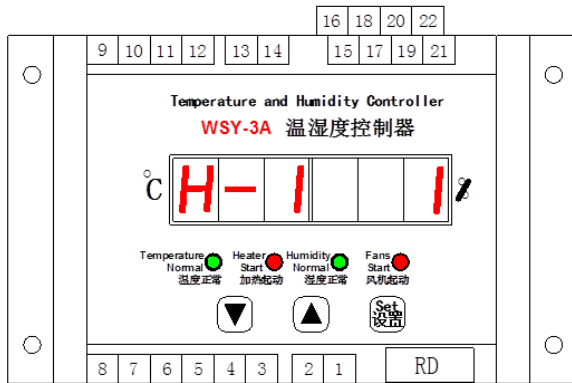

图5
- 同时按下“∧”、“∨”键，左侧三位数码管闪烁显示 H-1，表示是通信地址设置值，右侧三位数码管为数值位，设置范围 1-255，通过“∧”、“∨”进行设置（见图5）。